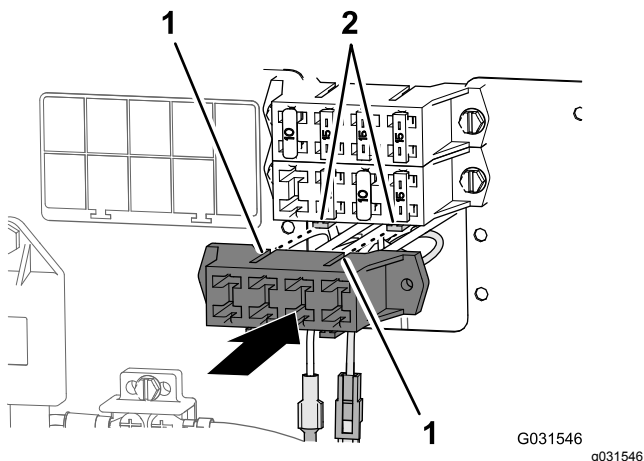

図 205
3. 補助ヒューズブロックのスロットを、車両のヒューズブロックの取り付けフランジに合わせる 図 205。